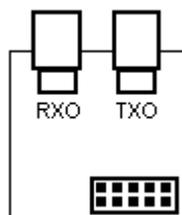

Figura 25
- Conecta-se o extremo TXO do CPTTL/FO 1 da fibra ótica ao extremo RXO do CPTTL/FO 2 (Figura 25)
- Conecta-se o extremo TXO do CPTTL/FO 2 da fibra ótica ao extremo RXO do CPTTL/FO 1 (Figura 25).